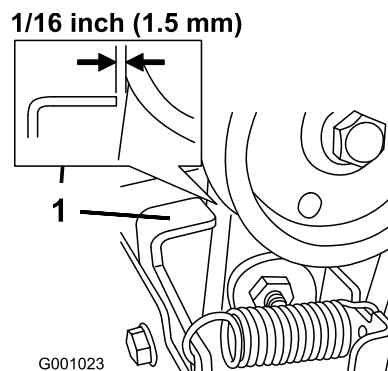

Figura 46
3. Disinnestate la leva della coclea/ventola e verificate che tra il gruppo frizione della coclea e la linguetta vi sia una luce di 1,5 mm (Figura 46).